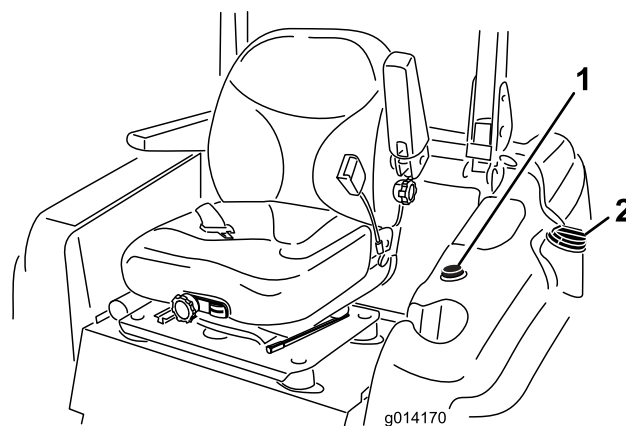

Figure 7
3. Nettoyez la surface autour du bouchon du réservoir de carburant et enlevez le bouchon (Figure 7).